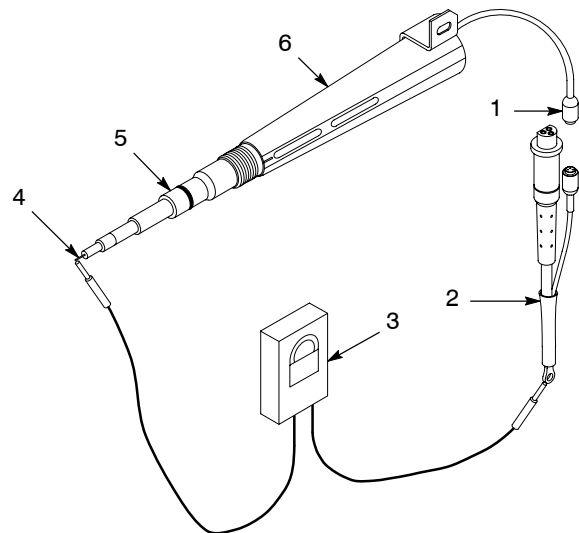

Рис. 4 Проверка сопротивления узла умножителя/резистора
1. См. рис. 4. Подсоединить короткозамыкатель (2) к разьему (1) умножителя.
2. Подсоединить щупы мегомметра (3) к клемме "прозвонивания" короткозамыкателя и электроду (4). Если прибор показывает "бесконечность", переставить щупы.